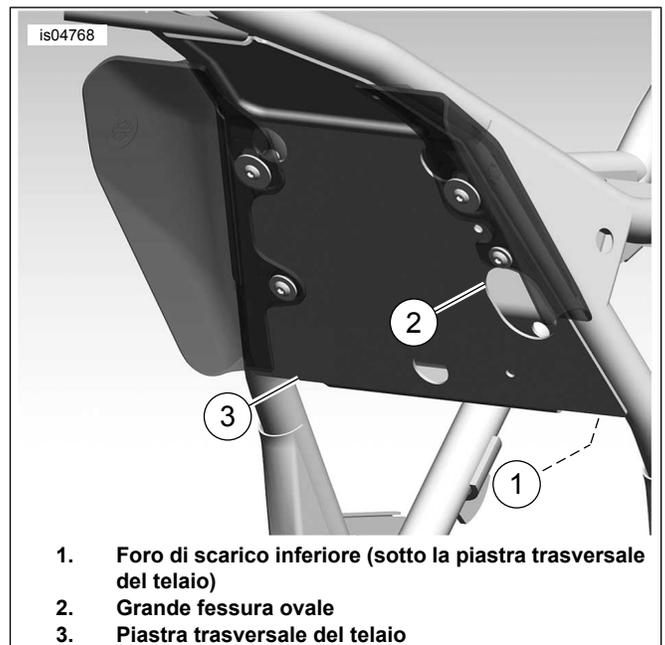

Figura 8. Far passare il cavo dello schienale attraverso il telaio (mostrati modelli 2008)
14. Vedere Figura 8 Disporre il cavo di schienale attraverso la grande apertura nella staffa della maniglia di regolazione, quindi attraverso la grande fessura ovale (2), nella piastra trasversale del telaio (3) e verso il basso attraverso il foro di scarico inferiore (1) situato nell'angolo inferiore della piastra trasversale del telaio in cui la piastra trasversale incontra il telaio posteriore.